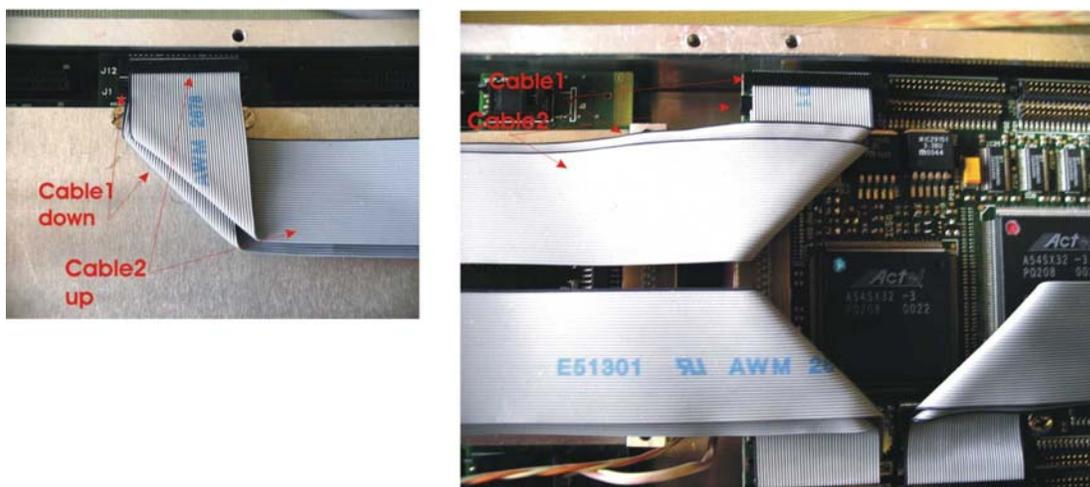

Figura 16: Connessioni e disposizione dei cavi di trigger: particolare.
- Piegarli entrambi contemporaneamente a 90° nella direzione della TRB corrispondente (Figura 14 e Figura 16).
(vedi Figura 15 e Figura 16)